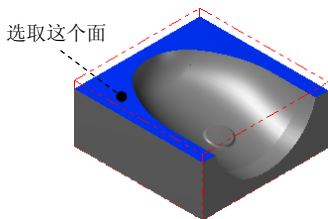

图 13.4 选择图系
(1) 选择下拉菜单 **C 绘图** → **B 边界盒** 命令，系统弹出“边界盒选项”对话框。
(2) 单击“选择图系”按钮 ，在图形区中选取图 13.4 所示的模型表面。单击“结束选择”按钮 ，系统返回至“边界盒选项”对话框。